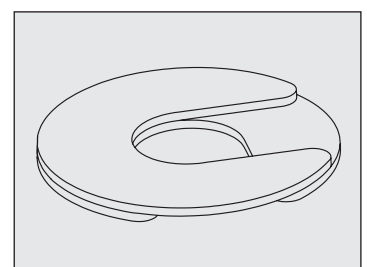

Fig. 10. Installare più spessori con fessure compensate.
- Se si utilizza più di uno spessore, assicurarsi di compensare le fessure degli spessori. Vedere fig. 10.
- **NON** utilizzare più di (4) spessori per ruota.